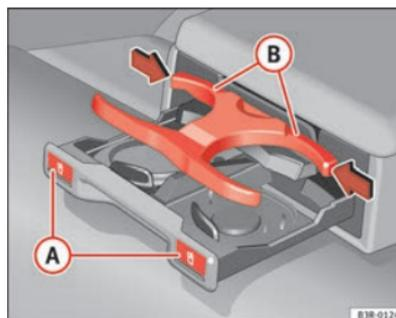

Fig. 121 Porte-boissons dans l'accoudoir arrière
- Appuyez sur le symbole  (A) ⇒ fig. 121.